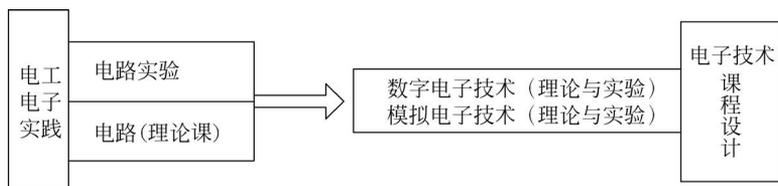

图 1 “电路实验与实践”课程体系示意图
针对我校应用型人才培养目标,在本科第三学期,面向电类专业开设的“电路实验与实践”课程体系如图 1 所示。
图 1 说明了我校电类专业的电路课程结构。先由电工电子实践入门,让学生对相应课程的内容有初步而具象的认识(通过具体的实践项目激发学生对该课程的兴趣),然后是电路理论教学与电路实验教学双管齐下,让抽象的电路理论在实验中得到直观的验证,使学生学习电路理论的难度大大下降,同时也提高学生实验与实践的能力。因此,完整的“电路实验与实践”课程在内容设置上分为 3 种:①电工电子实践,即在教师指导下,由学生独立完成一项具有应用意义的产品的组装和调试(如 MF47 指针式万用表、数字时钟),培养学生的工程实践能力,激发学生的实验与实践兴趣;②基础性与验证性实验,即对元器件特性、参数测量和基本定理进行验证,学生可根据实验目的、实验任务和实验步骤,验证电路理论课程的有关原理,巩固所学的理论知识,掌握包括电路识图、接线规范、仪器仪表的使用、简单故障排除、数据记录与分析、处理常见问题等基本技能;③提高性实验,即给定实验电路,由学生自行拟订实验方案(包括理论依据),正确选择仪器,完成电路连接和性能测试任务,并能够解决实验中出现的的问题(包括故障排除)。在完成电路理论、实验与实践的课程后,学生将会进入模拟电子技术、数字技术的理论与实验、实习、课程设计等相关课程的学习,从而形成完整的专业基础课程体系。